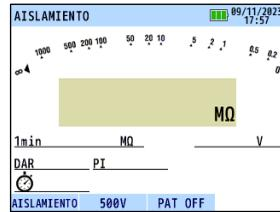

Fig. 16-3
- (1) Mantenga presionado el MEM durante 1 segundo en el modo de espera, entrara en el modo RECALL y la pantalla LCD muestra una lista de los datos guardados. (Fig. 16-3)